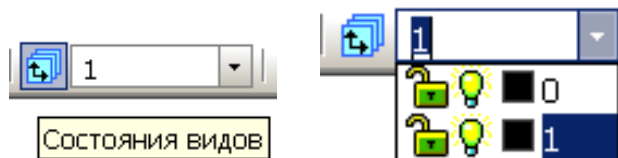

Рис. 7.18. Окно списка **Состояния видов**.
5.2.1. На панели **Текущее состояние** откройте список видов (рис. 7.18) или выполните команду меню **Сервис⇒Состояния видов...**